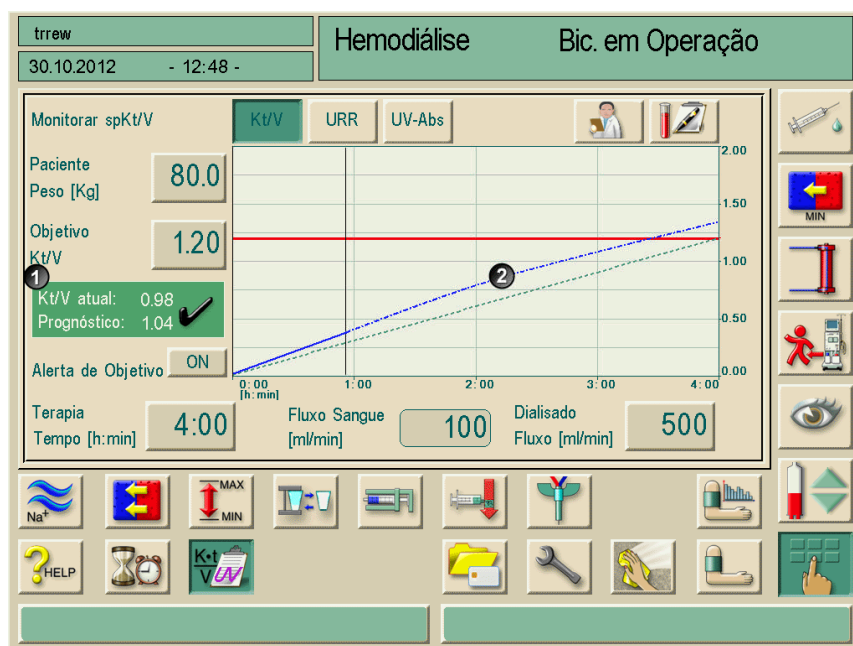

Fig. 10-12 Visualização numérica e gráfica do prognóstico
Em modo hemodiálise (HD) o usuário obtém um prognóstico do valor estimado para Kt/V ao fim da terapia. É mostrado numericamente (Fig. 10-12, 1) ou graficamente (Fig. 10-12, 2). A linha azul de progresso atual sera estendida a partir do status da terapia em andamento de forma a prever o progresso da mesma. Esta função não está disponível em modo HDF ou de punção única.